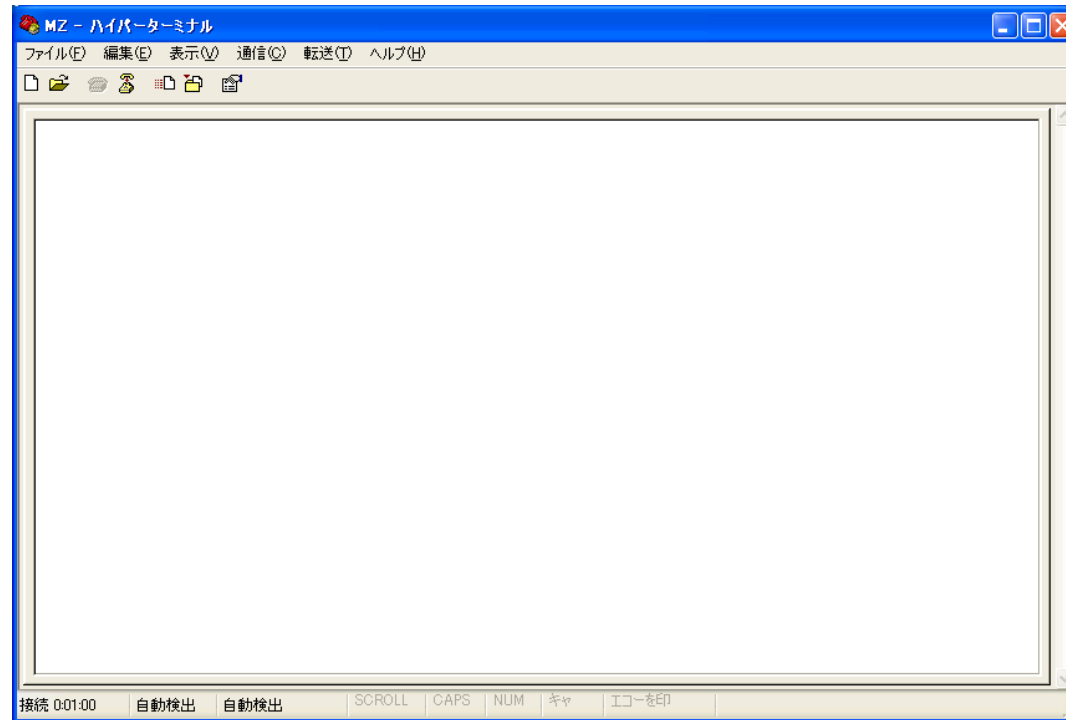

図 8 ハイパーターミナル送受信待画面
(4) ハイパーターミナルが送受信待状態になります (図 8)。